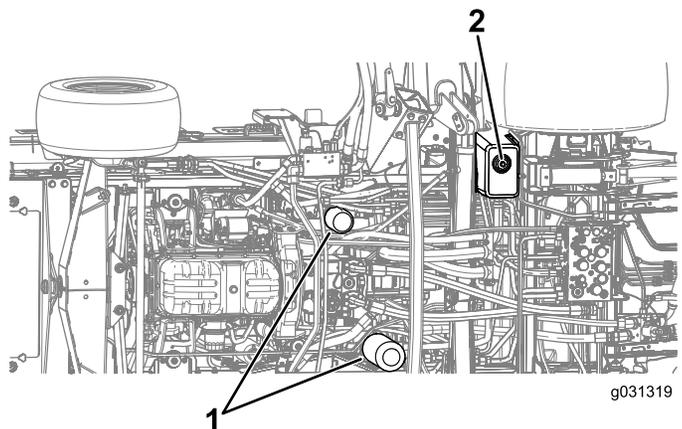

Рисунок 122
- Снимите пробку сливного отверстия с нижней части бака и дайте гидравлической жидкости стечь в сливной поддон (Рисунок 122).
- Поместите сливной поддон под фильтр, а затем снимите фильтр (Рисунок 122).